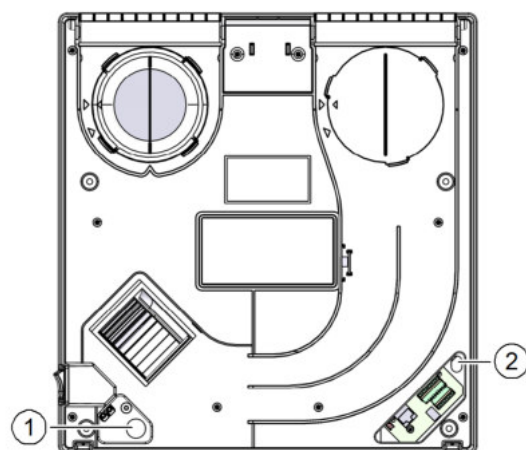

Abb. 9: Netz- und ggf. Steuerkabel einfädeln
- ▶ Fädeln Sie das Netzkabel aus dem Montageset in die Bohrung (Pos. 1 in Abb. 9) am Lüftungsgerät und ziehen Sie das Kabel durch die Bohrung.
- ▶ Fädeln Sie ggf. das Steuerkabel aus dem Montageset in die Bohrung (Pos. 2 in Abb. 9) am Lüftungsgerät und ziehen Sie das Kabel durch die Bohrung.